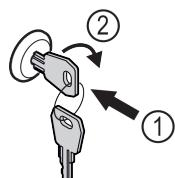

Fig. 105
- Πίεστε μέσα το κλειδί Fig. 105 (1).
- Περιστρέψτε το κλειδί 90° δεξιόστροφα Fig. 105 (2).